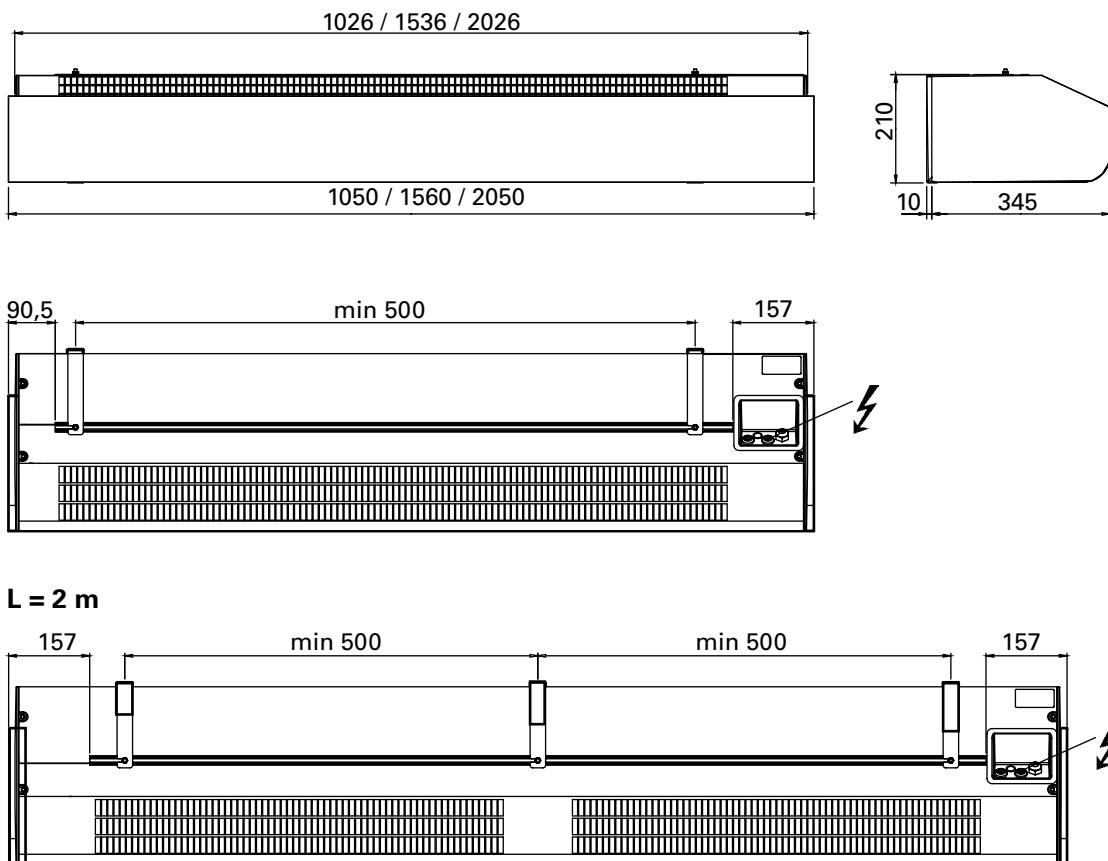

Fig. 1
1. Закрепите скобы на стене (см. рис.4A и размеры на рис.1). Если на стене имеются неровности, то необходимо выбрать место для того, чтобы прибор был установлен ровно или устранил неровности.